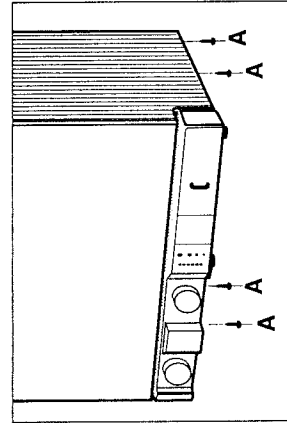

Fig. 10
- Dévisser les 4 vis "A" (fig. 10) de fixation de l'habillage ;
- Mettre en place les différents joints, joint "G" (caoutchouc) sur le gaz, et serrer les raccords des tubes de liaison en commençant par le tube gaz (fig. 10 a).
Fig.10 a